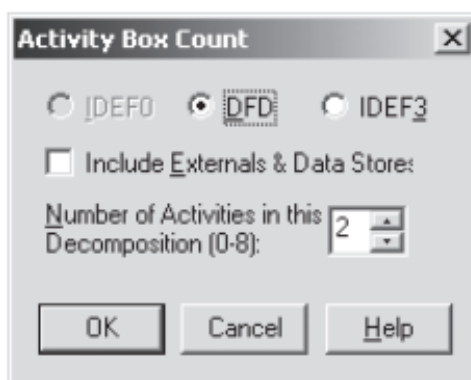

Рис. 1. Выбор нотации DFD в диалоге Activity Box Count
- В диалоге Activity Box Count выберите количество работ 2 и нотацию DFD (рис.1).